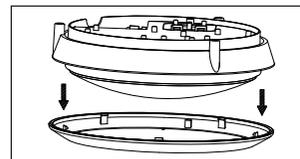

Рис. 4
5.14 Снимите декоративное кольцо рассеивателя осветительного прибора отщёлкнув его (рис. 4).